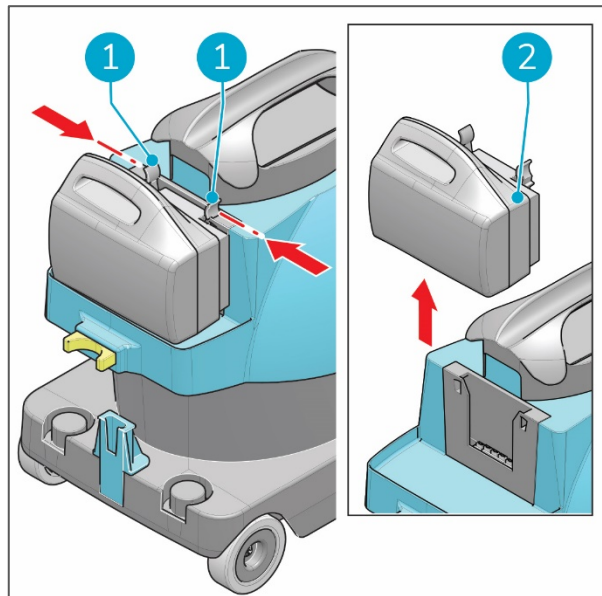

Abbildung 19
1. Drücken Sie die Kunststoffclips des Akkus (Figure 19, Pos. 1) vorsichtig zusammen.
2. Ziehen Sie den Akku heraus (Figure 19, Pos. 2).